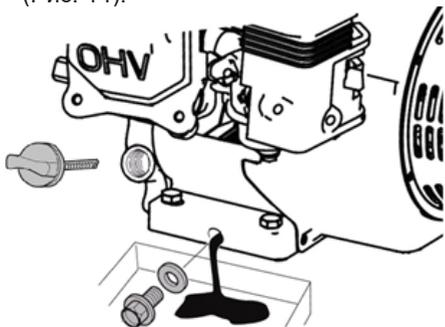

Рис. 14 Замена моторного масла
3. Очистите от загрязнений зону вокруг маслосазливной горловины. Извлеките щуп из маслосазливной горловины и протрите его чистой ветошью (Рис. 14).
4. Выкрутите болт отверстия для слива масла и слейте отработанное масло в подготовленную для этого емкость (Рис. 14).